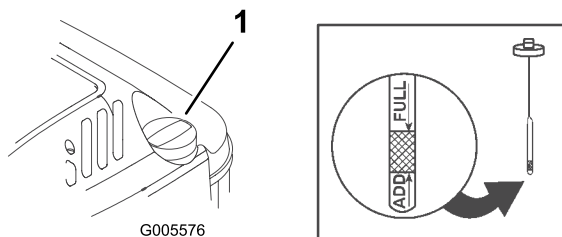

Figura 8
Antes de cada uso, compruebe que el nivel de aceite está entre las marcas Add (Añadir) y Full (Lleno) de la varilla (Figura 8).
2. Limpie alrededor de la varilla (Figura 8).
6. Observe en la varilla el nivel de aceite (Figura 8).
Antes de usar el cortacésped, compruebe que el nivel de aceite está entre las marcas Add (Añadir) y Full (Lleno) de la varilla (Figura 8). Si el nivel de aceite está por debajo de la marca Add (Añadir), añada aceite; consulte Llenado del cárter de aceite.